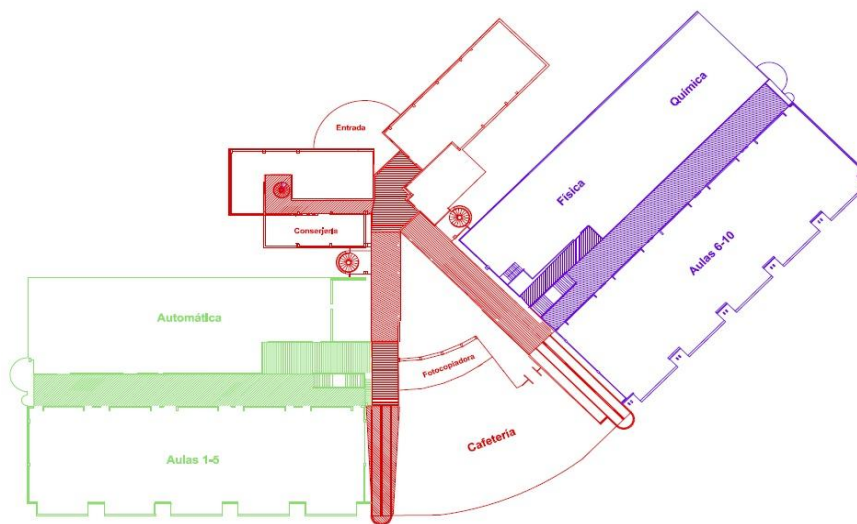

Figura 5. Distribución de zonas de iluminación. Edificio central planta baja.
- Planta baja Edificio Central (ver Figura 5):